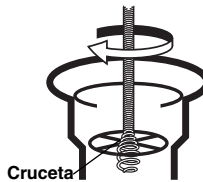

Figura 3
- En muchos desagües, el cable puede pasarse a través de la cruceta del desagüe (*vea la Figura 3*).